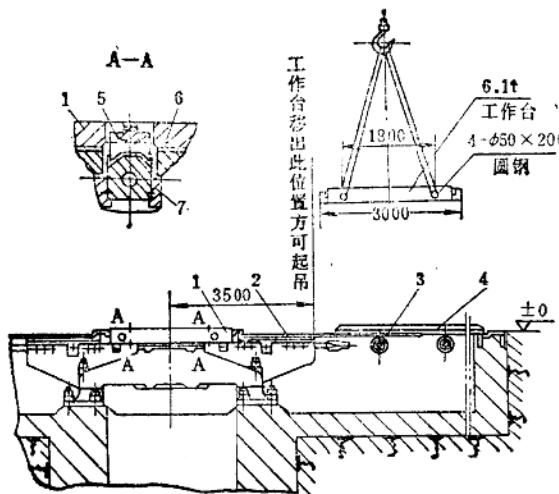

图13-2-23 工作台的拆吊
7) 工作台的拆卸：如图 13-2-23 所示，先拆除地沟盖板，并在地沟周围设置栏杆以保证安全，再拆除移动盖板及滚轮，最后拆吊工作台。此前先拔去工作台与移动缸连接的销子。用桥式起重机车将工作台微微吊起，再配合卷扬机水平牵引，使工作台往外平移至图中所示位置方可垂直起吊。